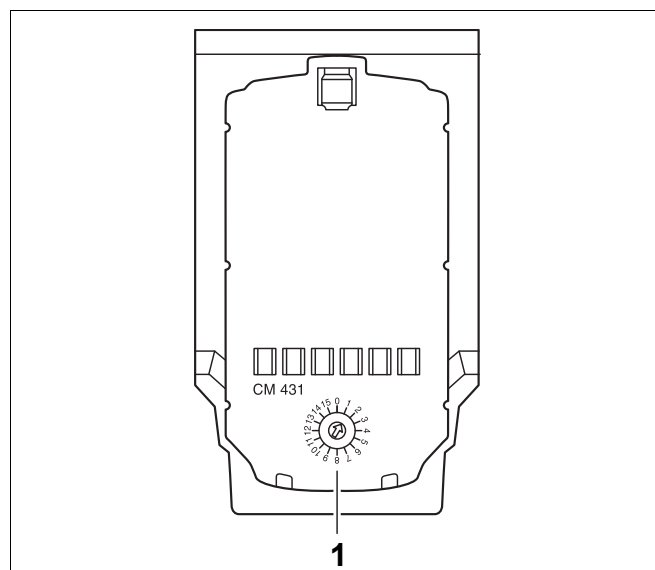

Рис.9 Настройка адресов
Настройка адресов (→ рис. 9, [1]) находится в системах управления Logamatic 4321/4322 на модуле CM431 (за пультом управления MEC2).
- Теперь можно отверткой установить адрес системы управления (→ рис. 9).